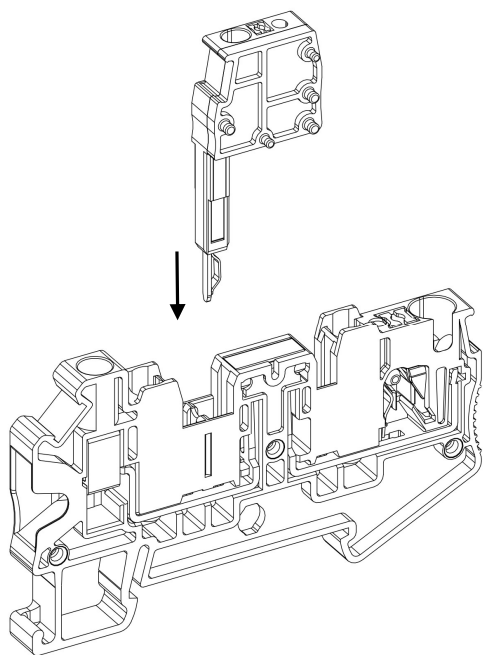
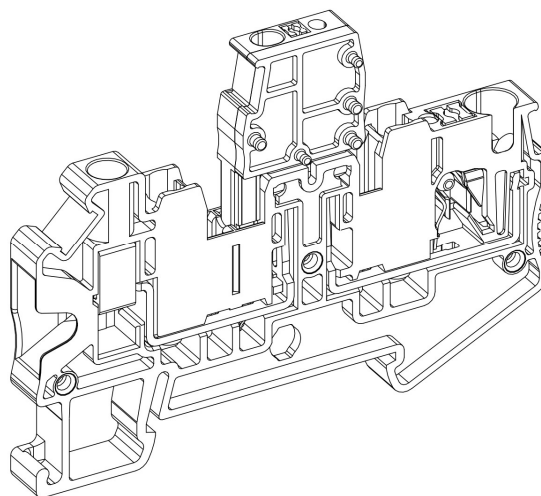

Рисунок 81 – установка тестового штекера
Рисунок 82 – установленный тестовый штекер
- Для установки тестового штекера вдавите его до упора в функциональное отверстие (рис. 81; рис. 82).